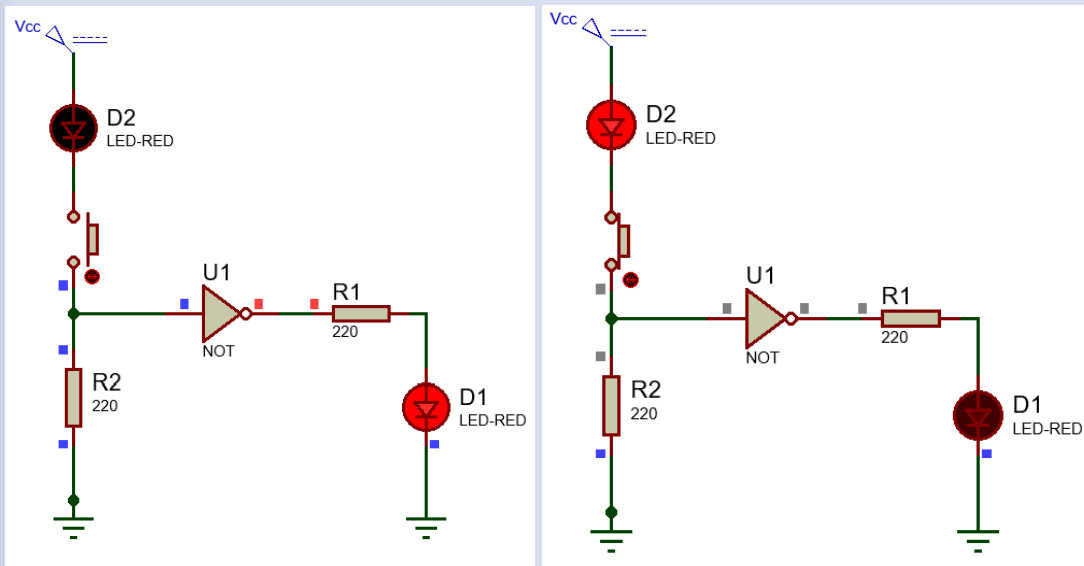

Figura 4.9 Simulación de la compuerta NOT
Observa en la figura 4.9 que el LED solo se enciende cuando la entrada (A) están en estado bajo (0). Esto confirma que la compuerta NOT pasa de un nivel lógico al nivel contrario.